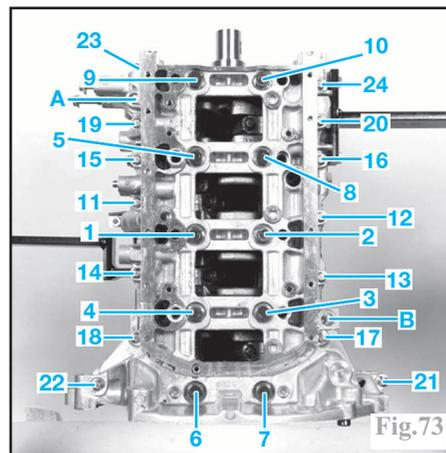

Fig.73
Monter le carter de chapeaux de paliers de vilebrequin sur le carter-cylindres en le centrant avec les deux piges PSA 0194.N en (A) et (B) (Fig.73).